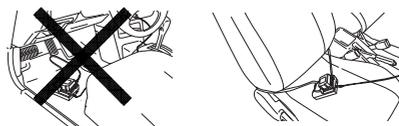

Fig. 18
- Fissate il caricatore in posizione nell'autovettura. Utilizzate la cinghietta in dotazione con il caricatore e fissatelo in posizione per impedire che si sposti inavvertitamente. (Vedere Fig. 18)